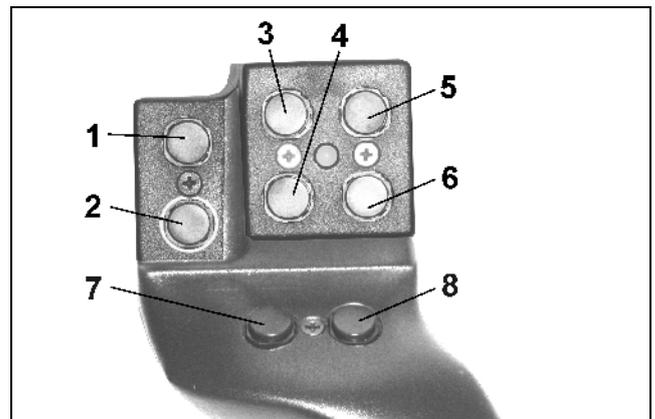
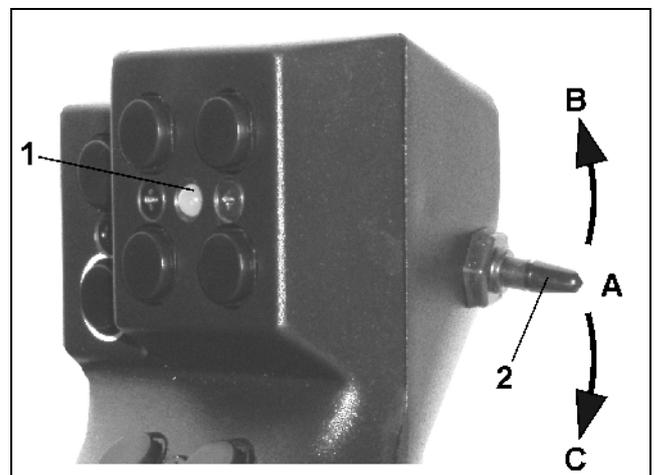

Fig. 25
Fig. 26
Para manejar el **AMATRON 3**, la empuñadura multifuncional (Fig. 25) tiene a disposición 8 teclas (1 - 8). Además, mediante el interruptor (Fig. 26/2) se puede modificar tres veces la ocupación de las teclas.
-  posición media (Fig. 26/A) pudiendo ser activado hacia
-  arriba (Fig. 26/B) o hacia
-  abajo (Fig. 26/C).
La posición del interruptor es indicada mediante una luz LED (Fig. 26/1).